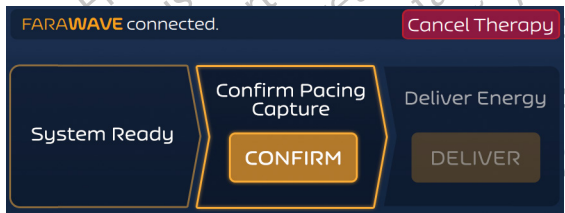

Figura 15. Ecrã Terapia – Modo Síncrono – Estado Confirmação de Estimulação
4. Com a estimulação ativada e a captura confirmada, prima o botão PREPARE (PREPARAR) para inicializar o Gerador de PFA FARASTAR. Após a preparação ter sido concluída, o botão CONFIRM Pacing Capture (CONFIRMAR captura de estimulação) será ativado (consulte a Figura 15).